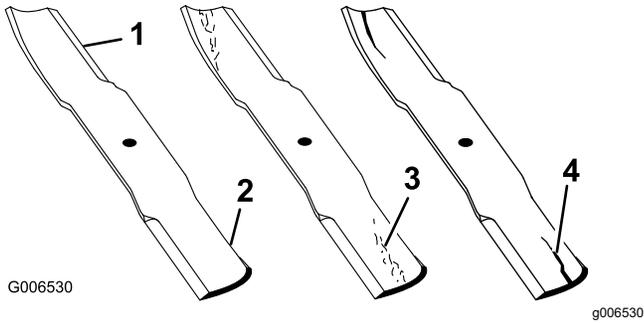

Figura 100
1. Inspeccione as extremidades de corte (Figura 100).
- Se verificar quaisquer fissuras, desgaste, ou a formação de ranhuras nesta área instale imediatamente uma lâmina nova (Figura 100).